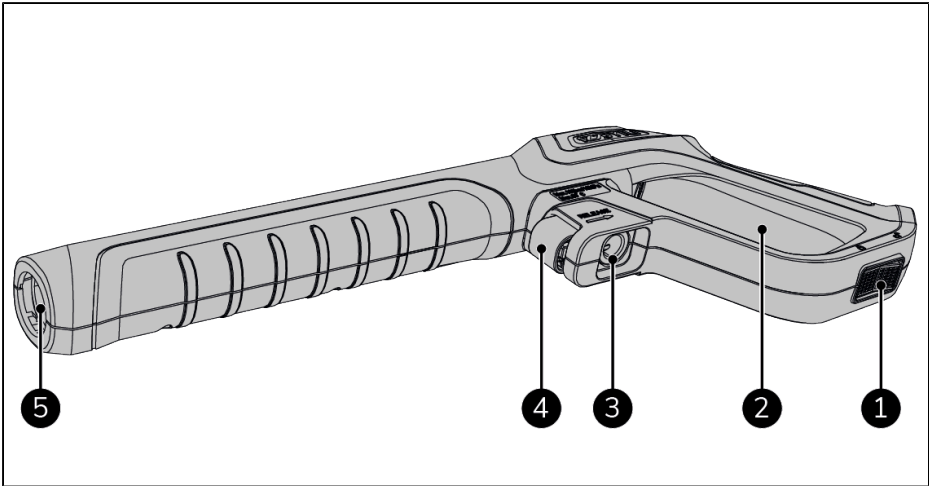

Abbildung 47.
3. Verriegeln Sie die Sicherheitssperre unter dem Auslöser (Abbildung 47, Pos. 1).
4. Drücken Sie den Auslöser (Abbildung 47, Pos. 2) einige Sekunden lang, um die Luft aus dem Schlauch zu entfernen.
3. Drücken Sie den Auslöser (Abbildung 47, Pos. 2) und starten Sie die Reinigung.
1. Falls zutreffend, lassen Sie den Auslöser los (Abbildung 47, Pos. 2).
2. Verriegeln Sie die Sicherheitssperre unter dem Auslöser (Abbildung 47, Pos. 1).